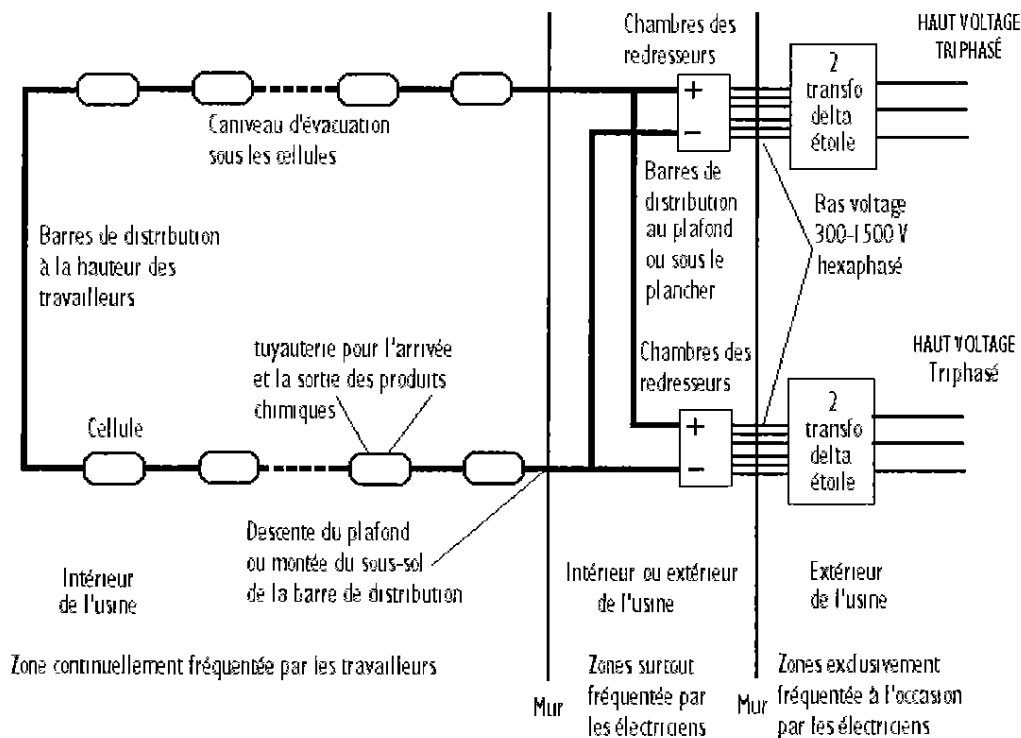
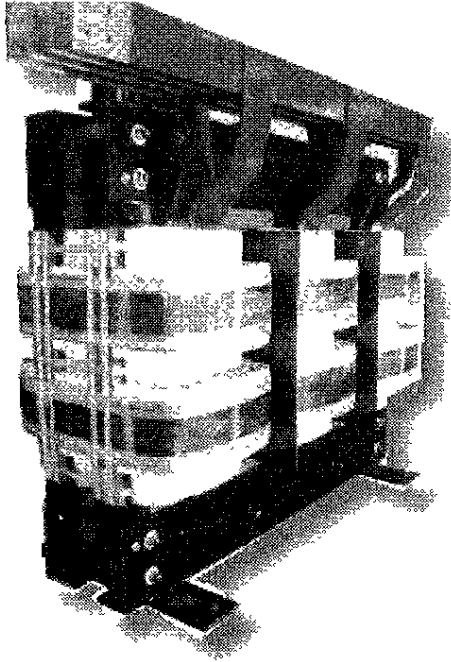

Figure 6 : Schéma d'une usine électrochimique
Figure 7 : Transformateur triphasé refroidi à l'air d'une capacité de 960 kVA
Il existe tout de même un squelette commun à toutes ces usines que vous trouverez ici-bas (figure 6) :
- 1) Un ou deux transformateurs (figure 7) qui réduisent la tension de la ligne de transport d'Hydro-Québec à un voltage utilisable pour les cellules. Le croquis à la figure 6 en illustre un (par chambre), ce gros transformateur est formé de deux plus petits transformateurs reliés en delta-étoile. La fréquence, dans cette zone, est de 60 Hz. Si vous devez mesurer à ces endroits, sachez que pour tous points de mesures équidistants des 3 conducteurs triphasés, vous allez surestimer la densité magnétique de 41% avec le Holaday HI-3627 ou le teslamètre/dosimètre FieldStar 4000. Dès que vous allez vous éloigner d'un côté ou de l'autre des conducteurs triphasés, l'erreur va diminuer très vite et ceci d'autant plus que les trois conducteurs sont rapprochés l'un de l'autre, ce qui est le cas dans les postes électriques contrairement aux grandes lignes de transport. Vous ne ferez pas cette erreur avec la bobine Perfection Mica qui ne mesure que selon un seul axe. Vous devez par contre l'orienter dans toutes les directions pour trouver la valeur maximale.